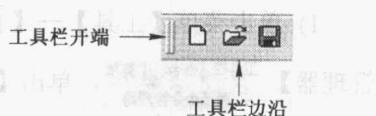

图 1-5 工具栏说明
(1) 工具栏显示/隐藏：用鼠标右键单击 SolidWorks 窗口中的任何图标按钮，单击想要显示的工具栏名称即可在屏幕上显示工具栏，显示的工具栏前面有勾，例如✓ 标准视图(E)。或者单击已经显示的工具栏，可不显示工具栏，不显示的工具栏前面没有勾，例如曲线(C)。
(2) 使用菜单：单击菜单【工具】→【自定义】，选择【工具栏】标签，选中需要显示的工具栏即可。此外还可以定义工具栏图标的大
(3) 工具栏的移动：按住工具栏的起始处或边线并拖动，可以移动工具栏，如图 1-5 所示。如果将工具栏拖动到 SolidWorks 窗口的边缘，工具栏便会自动地停放在该边缘。如果将工具栏拖动离开窗口的边缘，它会变成一个浮动的工具栏。